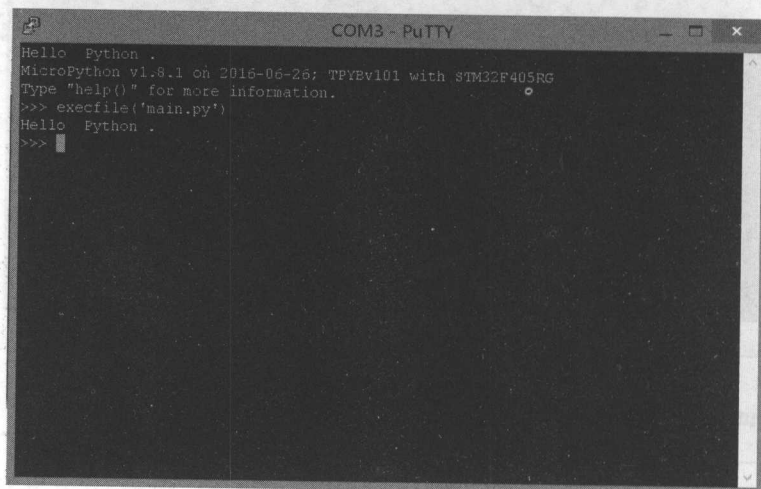

图 C-12
② 等待 TPYBorad 板载上的 LED1 熄灭，Putty 输入 **【`execfile('main.py')`】** 回车，TPYBorad 会立即执行 `main.py` 文件，效果如图 C-12 所示。